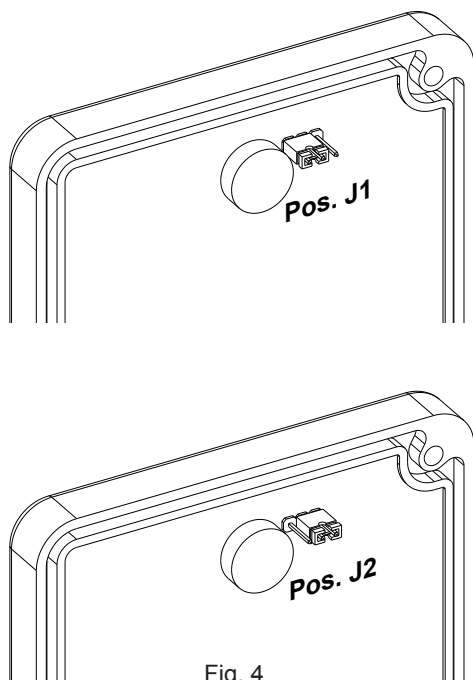

Fig. 4
- 2_ Bringen Sie den Jumper aus der Position J1 min die Position J2 (Abb. 4);
- 2_ déplacer le jumper de la position J1 à la position J2 (fig. 4) ;
- 2_ coloque el jumper de la posición J1 a la posición J2 (fig. 4);